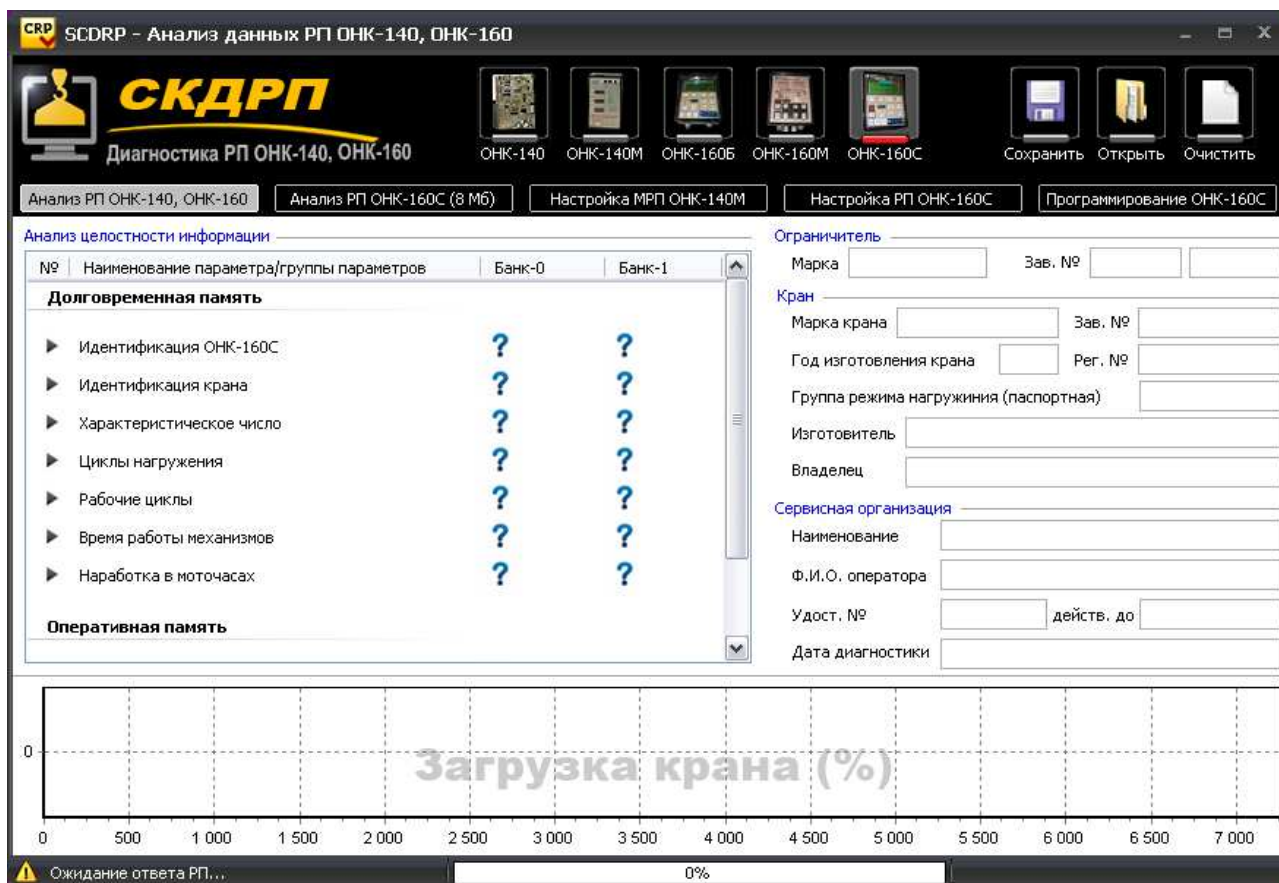

Рисунок 30. Считывание информации из РП ОНК-160С.
5. Нажать кнопку считывание информации с РП ОНК-160С –  . Таблица анализа целостности информации заполнится наименованиями блоков. В строке состояния появится сообщение «Ожидание ответа РП...» (Рисунок 30).